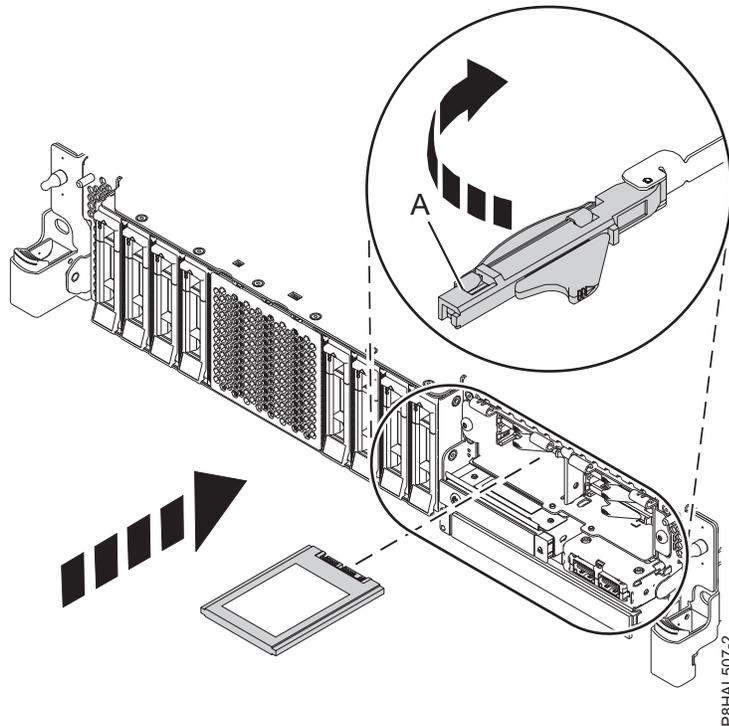

Abbildung 80. Solid-State-Laufwerk in einem System mit erweiterten Funktionen austauschen
15. Der Griff des Solid-State-Laufwerks (**A**) muss in der entriegelten Position sein, während Sie ihn nach außen ziehen, um auf die Führungsschienen im Steckplatz des Solid-State-Laufwerks zugreifen zu können. Stützen Sie das Solid-State-Laufwerk unten mit Ihrer Hand, wenn Sie es an den Führungsschienen im Steckplatz des Solid-State-Laufwerks ausrichten. Siehe Abb. 80 auf Seite 89.
20. Verriegeln Sie das Laufwerk, indem Sie den Griff (**A**) in die gezeigte Richtung drehen. Siehe Abb. 80 auf Seite 89.